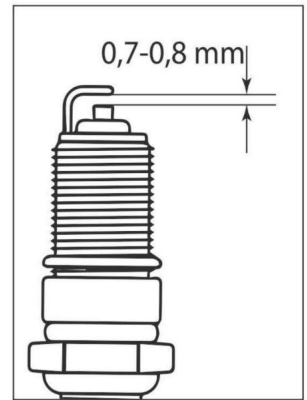

Fig. 27
7. Controllare la distanza tra l'elettrodo di terra e l'elettrodo centrale, utilizzando un sonda speciale. Se necessario, impostare la distanza a 0,7-0,8 mm (Fig. 27).